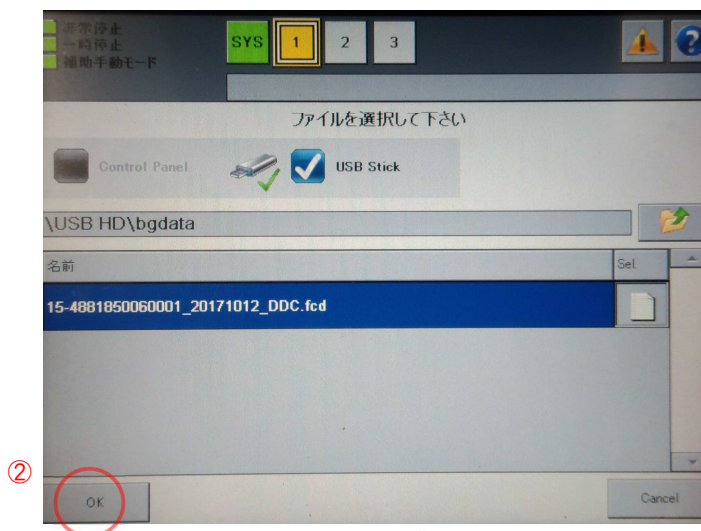

図9. ファイル選択画面
3. ファイル選択画面(図9参照)で読み込むフォースコレクションカーブデータファイルを選択し、②「OK」を選択します。